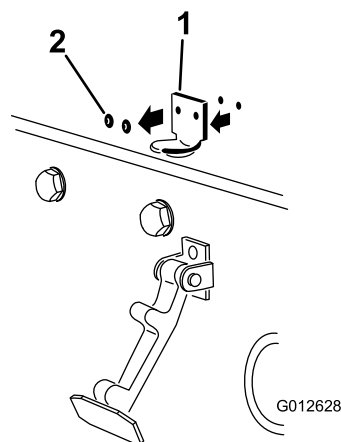

Рисунок 3
2. Удалите две заклепки, крепящие кронштейн защелки капота к капоту (Рисунок 3). Снимите кронштейн защелки капота с капота.